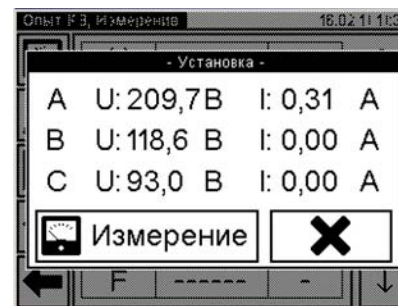
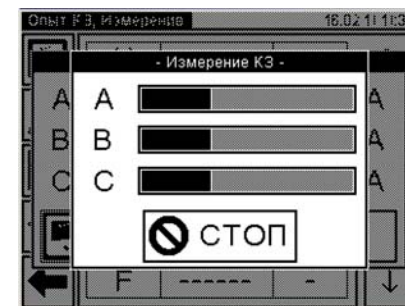

Рисунок 6.70
Рисунок 6.71
дении опыта К3, контролируя его значение на экране БУ в окне "Установка" (рисунок 6.70).
14) Выполнить измерение, для чего нажать кнопку  "Измерение" (рисунок 6.70). На экране появится окно, демонстрирующее динамику процесса измерения (рисунок 6.71).